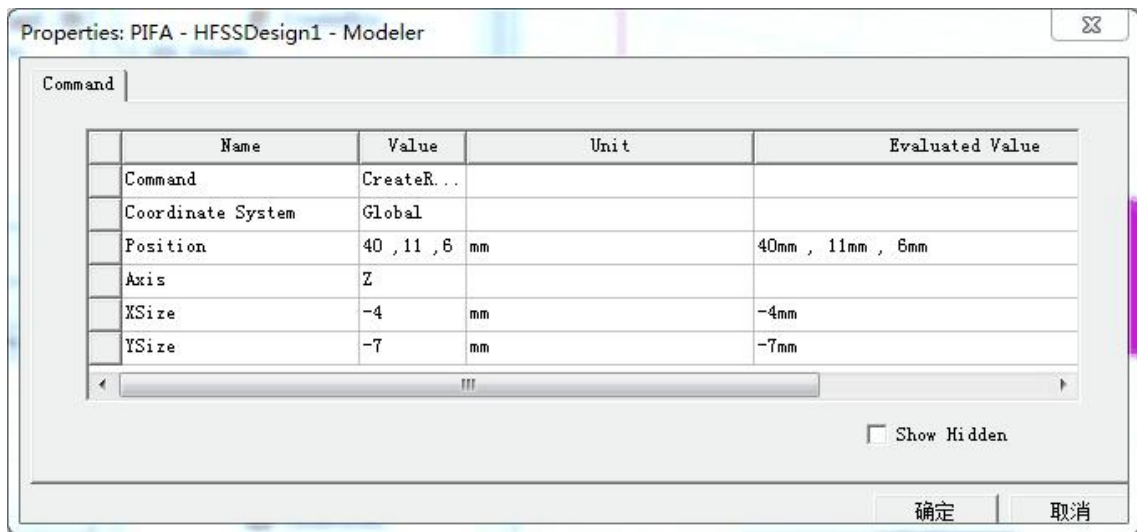

图 8
d) Draw—>Rectangle 设置名称为 patch4，颜色为绿色，设置大小位置如图 8